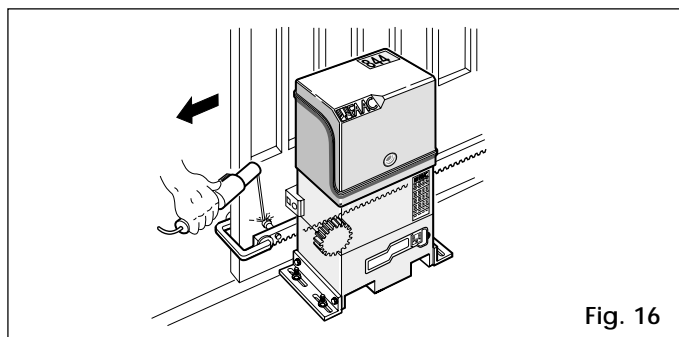

Fig. 16
- 3) Appoggiare sul pignone il primo pezzo di cremagliera a livello e saldare il noddolino filettato sul cancello come indicato in Fig.16.